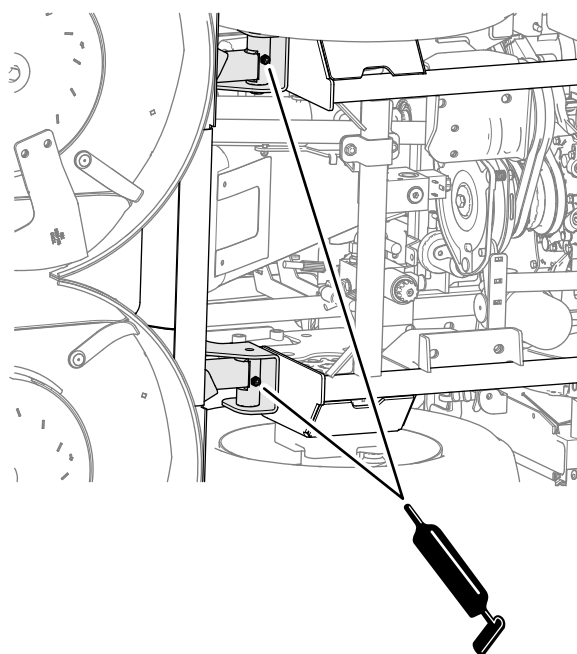

Figure 45
- Points de pivot des bras de levage du plateau (Figure 45)